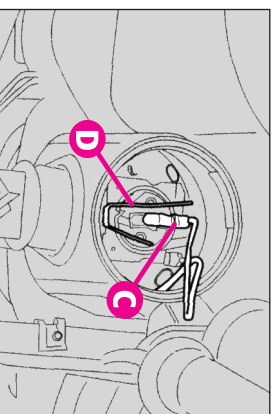

fig.34
- Demontați cablul de alimentare(C-fig. 34).
- Eliberați clema (D-fig.34) și scoateți becul.
- Introduceți becul nou, având grijă să potriviți corect partea metalică a acces-tuia în soclul său (D-fig. 34);
- Rebransați cablul de alimentare (C-fig. 34).